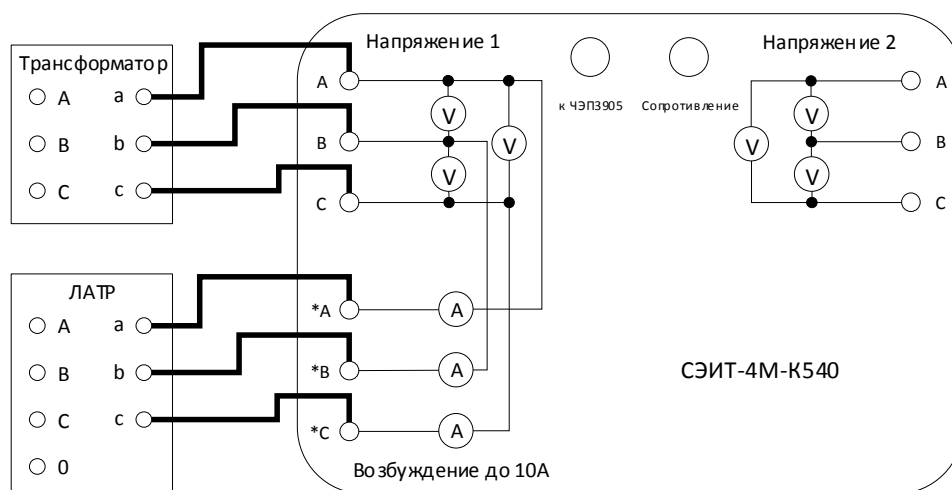

Рис. 10. Схема соединений для опыта холостого хода при номинальном напряжении
5.3.1.1. Для проведения опыта холостого хода при номинальном напряжении необходимо собрать измерительную схему, представленную на рис. 10.